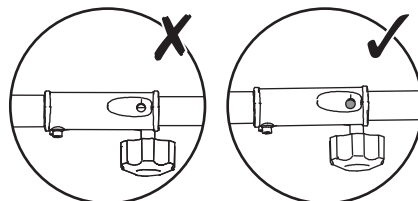

Fig. 2
3. S'assurer que la goupille (11a) se positionne correctement (Fig. 2).